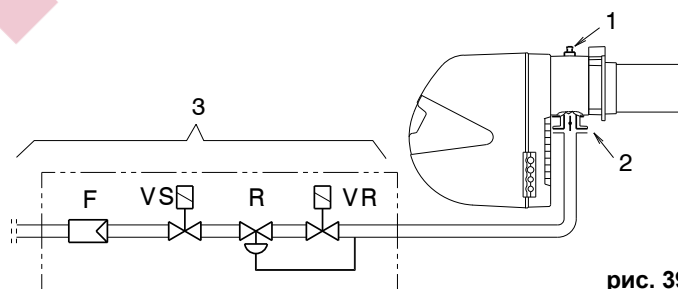

рис. 39
Давление газа, измеренное в контрольной точке 1 (рис. 39), с:
Потеря давления на газовый дроссельный клапан 2) (рис. 39) при максимальном открытии на 90°.
Потеря давления на рампе 3) (рис. 39), включая:
вычитите давление в камере сгорания из давления газа, измеренного в контрольной точке 1) (рис. 39).
- Давление газа в точке 1) (Fig. 39) = 8 мбар
Чтобы узнать требуемое давление газа в контрольной точке 1) (рис. 39), установите максимальную мощность, необходимую для работы горелки:
прочтите в правой колонке 1 значение давления в патрубке 1) (рис. 39).
- 5.8 + 2.2 давление, требуемое в точке 1) (рис. 39) = 8 мбар